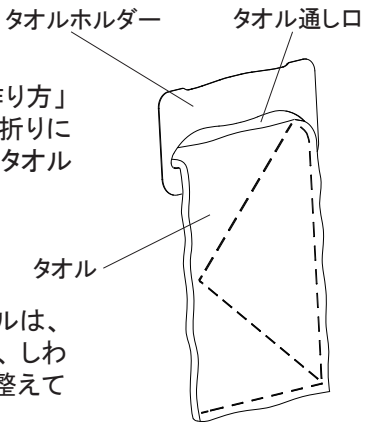

図17
2. 11頁の「手当用タオルの作り方」を参考に図26のように二つ折りにしたタオルを図17のように「タオル通し口」に通してください。